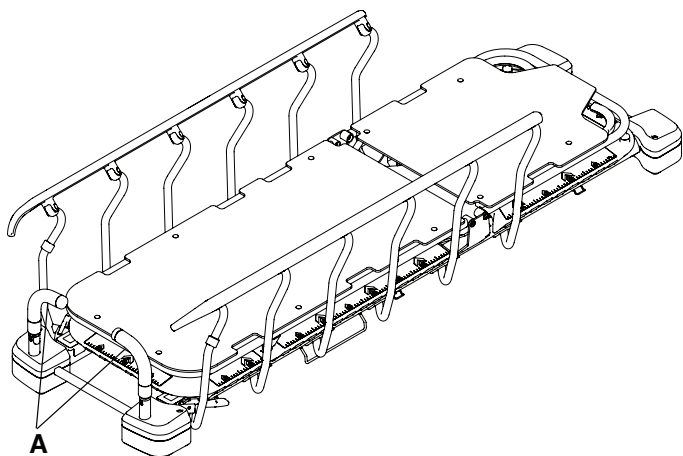

Figura 9 – Posizionamento delle maniglie di spinta del lato piedi
1. Tirare verso l'alto, una alla volta, le maniglie di spinta del lato piedi (A) (Figura 9).
2. Fare ruotare le maniglie di spinta del lato piedi (A) nella posizione di utilizzo.